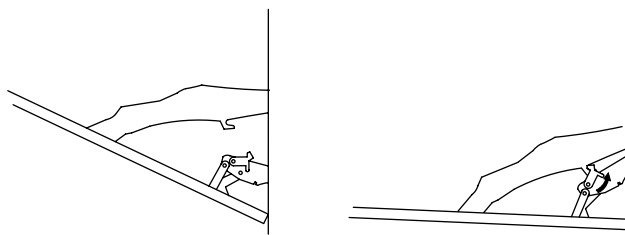

Fig : 12
- La porte du four peut se démonter, facilitant ainsi le nettoyage (Fig.12). Pour le démontage, ouvrez la porte, basculez les crochets de chaque charnière et tirez vers vous la porte. Au remontage, opérez de la façon inverse.